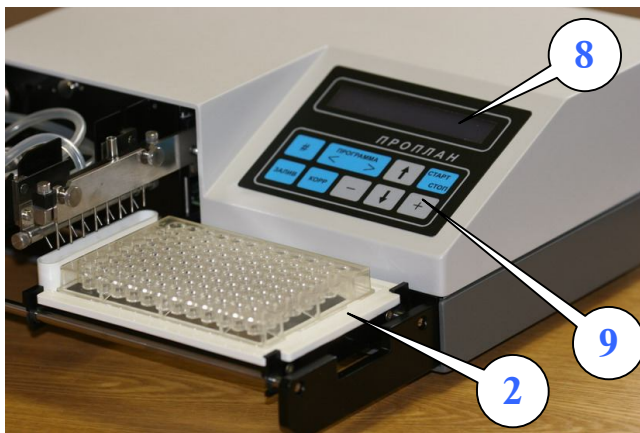

Рис. 1
2. Поддон для планшетов. Съёмный с фиксацией в рабочем положении (поз. **2**, **рис. 1, б**).
5. Панель управления прибором состоит из жидкокристаллического индикатора (поз. 8, рис. 1, 7) и клавиатуры (поз. 9, рис. 1, 7).
Клавиатура состоит из десяти клавиш. Функционально клавиатура разделена на два поля: левое синего цвета и правое - серого (рис. 1).